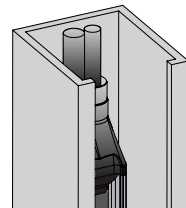

Figura 7: GridScan/Pro con blanqueo secuencia (función blanking)
- ▶ Monte el perfil receptor en la guía junto al controlador de la puerta (Figura 7).